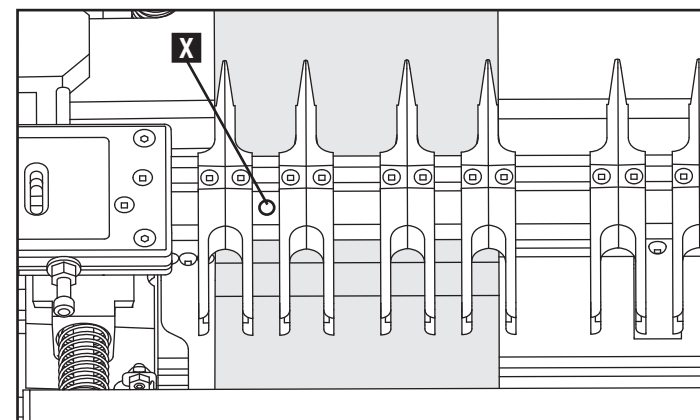

Fig. D4
2. Les paires de saillies réglables doivent avoir un espacement d'au moins 3 mm (1/8 po) (X) entre elles comme indiqué à la fig. D4.